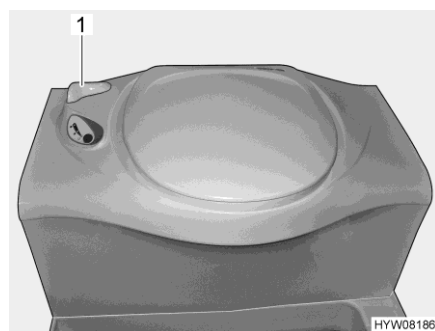

Fig. 285 Toilette Thetford
- Prima di tirare l'acqua, aprire il cursore della toilette Thetford. A tal fine ruotare la leva del cursore (Fig. 285,1) in senso antiorario.
- Dopo aver tirato l'acqua chiudere il cursore. Ruotare la leva del cursore (Fig. 285,1) in senso orario.